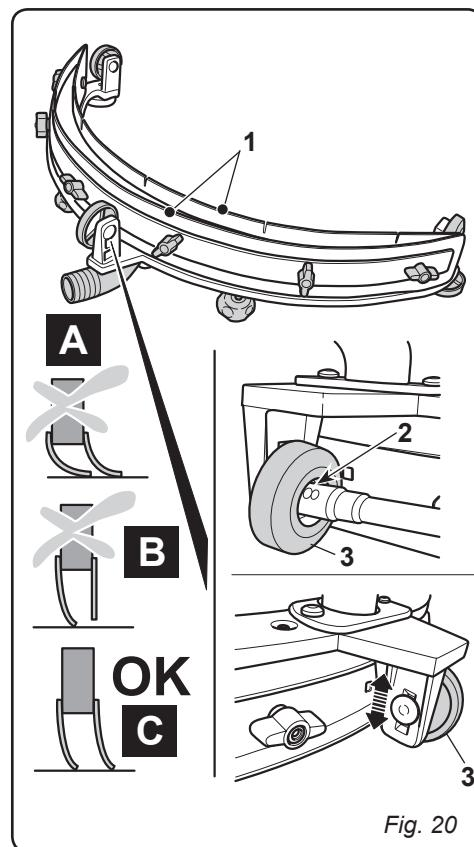

Fig. 20
11.1.g - Configuração de incidência do limpador (Fig. 20)
- Cheque o ângulo de incidência das borrachas (1) no chão.
(Fig. 20)**